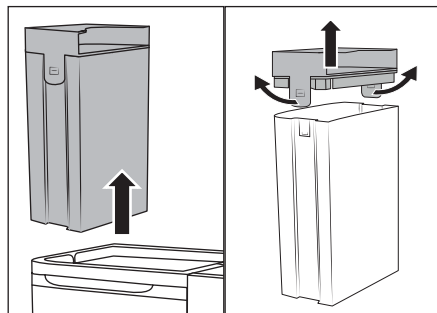

Rys. 4
- ◆ Wyciągnij uchwyt węża 15 z urządzenia. Ułóż wąż natryskowy/ssący 19 wokół urządzenia, używając przy tym uchwytów węża 15/16 (patrz rys. 4).